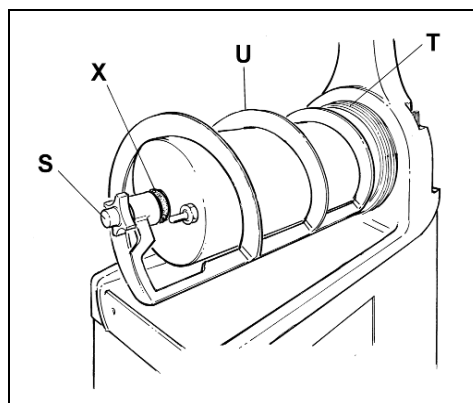

Fig. 5
- **D**esenroscar el pomo de fijación S en sentido horario (rosca izquierda) y extraer el sistema de mezcla U y las juntas de estanqueidad X y T (ver la fig.5).
- Efectuar el reensamblaje del sistema de mezcla (fig.5) realizando las operaciones siguientes: